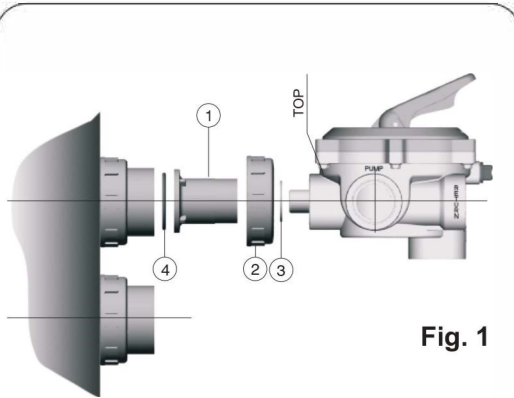
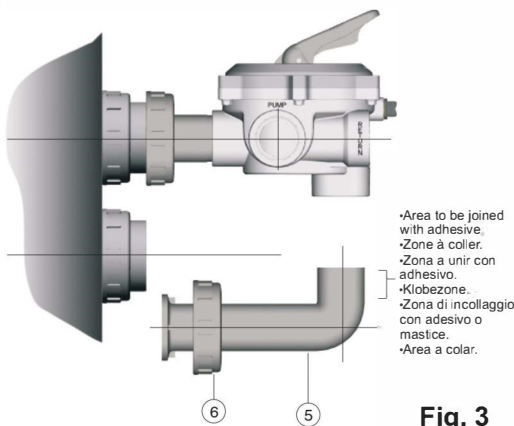

Fig. 1
Fig. 3
1. Visser le manchon (1) sur la vanne multivoie à la sortie qui indique TOP, en plaçant le joint plat (3) et l'écrou (2) selon figure 1. Serrer le manchon (1) fermement pour assurer une parfaite étanchéité.
3. L'alignement de la vanne avec les sorties du filtre se fera au montage du coude et de l'écrou (6) (figure 3) mais ne pas les coller.
1. Avvitare il manicotto (1) alla valvola selettoria all'imboccatura indicata con TOP, avendo, in precedenza posizionato la guarnizione piana (3) a la flangia (2) come previsto in fig. 1. Serrare fortemente il manicotto (1) per ottenere una tenuta stagna.
2. Collegare la valvola all'imboccatura superiore del filtro, avvitando leggermente la flangia (2) in modo che la valvola possa ruotare. Assicurarsi di aver collocato l'O-Ring (4) nel suo alloggiamento prima di avvitare la flangia (2).
3. Si provvederà ad allineare la valvola con le uscite del filtro montando il gomito (5) e la flangia (6) (vedi fig. 3) senza incollarle.
1. Einlegeteil (1) in den mit TOP beschrifteten Eingang des Mehrwegventils einschrauben, zusammen mit der Flachdichtung (3) und nach Auflegen des Mutter (2), gem. Abb. 1. Einlegeteil (1) fest andrehen um die Dichtheit sicherzustellen.
3. Ventil mit den Filteranschlüssen auf Linie bringen und das Knie (5) mit der Mutter (6) befestigen, gem. Abb.3, jedoch noch nicht verkleben.